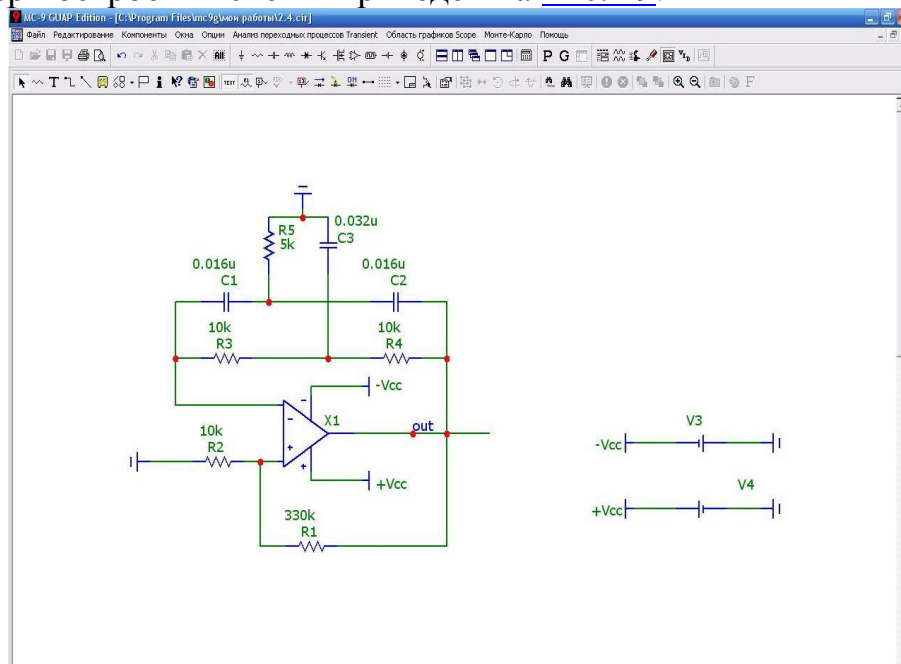

Рис. 19. Схема генератора с мостом Вина.
1. Произвести расчет параметров схемы RC-генератора с мостом Вина для частоты генерации заданной преподавателем. Создать схему генератора. Пример построения схемы приведен на Рис. 19.